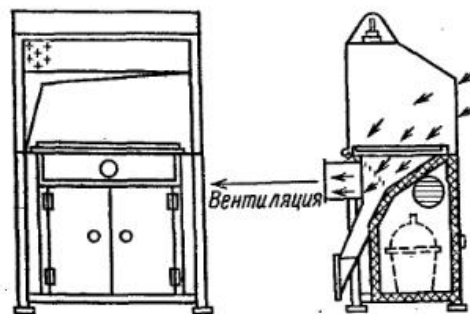

Рис. 86. Камера КП-1 для очистки пылесосов и полотеров
**Камера КП-1 для очистки пылесосов и полотеров перед ремонтом.** Камера КП-1 (рис. 86) предназначена для очистки пылесосов и полотерных машин перед ремонтом ручиной щеткой и обдувкой воздухом. Запыленный воздух из камеры удаляется через присоединяемый к вытяжной вентиляции воздухоотсос, имеющий пылесборник. Воздух для обдувки деталей подается от специального пылесоса, установленного в нижней части камеры.